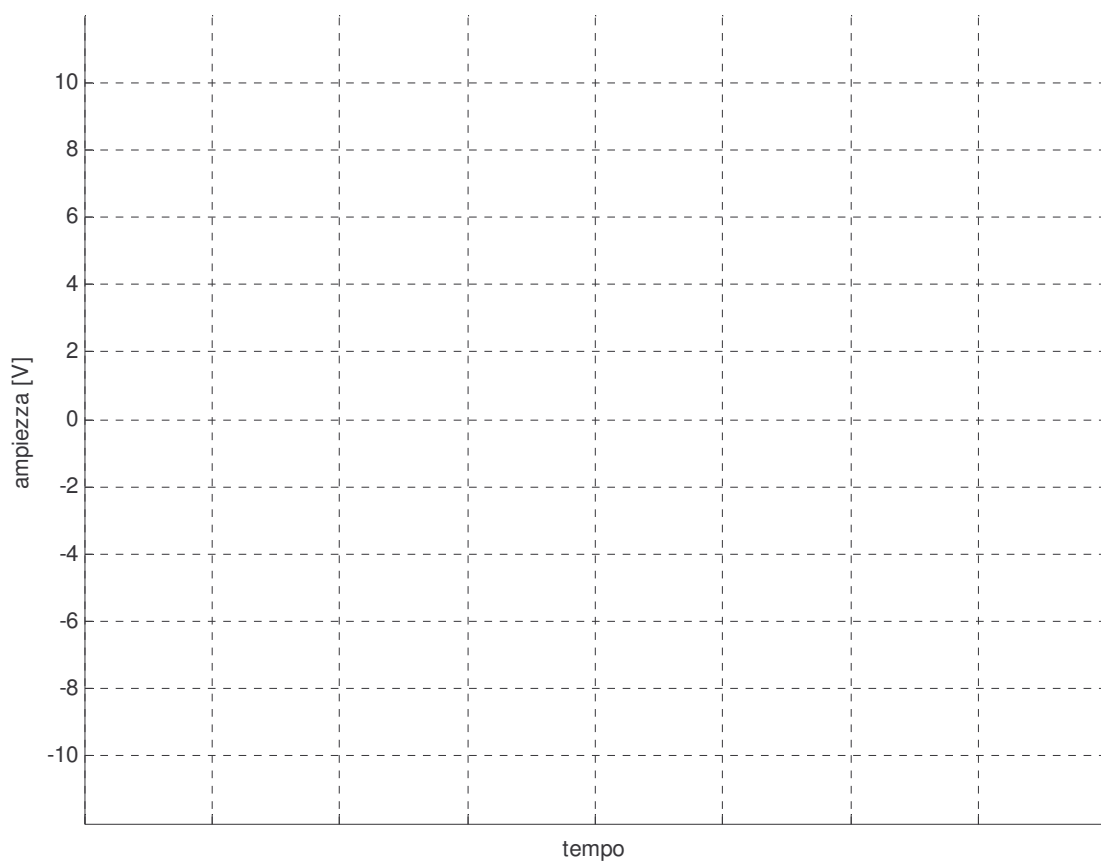

Figura 6
- Impostata la frequenza di 1 kHz sul generatore di segnale, posizionare la sonda sull'uscita dell'operazionale e verificare che questo si trova in saturazione durante la semionda negativa del segnale di ingresso. **Tracciare la forma d'onda sul grafico di figura 6** (impostare la base dei tempi dell'oscilloscopio in modo da visualizzare solo un paio di periodi del segnale)
- Impostata la frequenza di 1 kHz sul generatore di segnale, spostare poi la sonda sull'uscita dell'operazionale e tracciare la forma d'onda sul grafico di Figura 6: **come si spiega il segnale visualizzato, anche in confronto a quello che si otteneva con la configurazione precedente?**